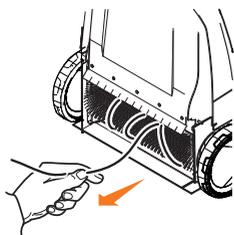

Рис. 6
- Проверьте основную щетку. При необходимости очистите щетку от посторонних предметов (Рис. 6).